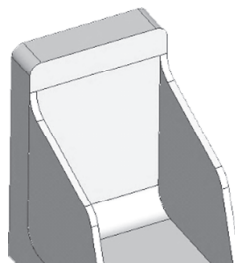

Рисунок 10.5
6. Для создания скруглений вызовите команду «Операции → Сглаживание → Ребер», установите в окне параметров команды параметр «Скругление». Щёлкните в автоматическом режиме на кнопке «Выбрать ребро» и укажите сглаживаемые ребра. Введите значение радиуса скругления **5 мм** и завершите построения (рис. 10.5).